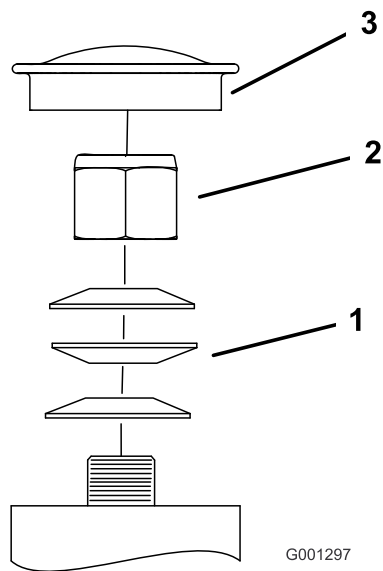

Figura 67
3. Togliete lo scodellino parapolvere dalla ruota orientabile e serrate il dado di bloccaggio (Figura 67).
4. Serrate il dado di bloccaggio finché le rondelle elastiche non sono piatte, quindi allentate di un quarto di giro per mettere a punto il precarico sui cuscinetti (Figura 67).
Importante: Verificate che le rondelle elastiche siano correttamente montate, come riportato nella Figura 67.
5. Montate gli scodellini antipolvere (Figura 67).